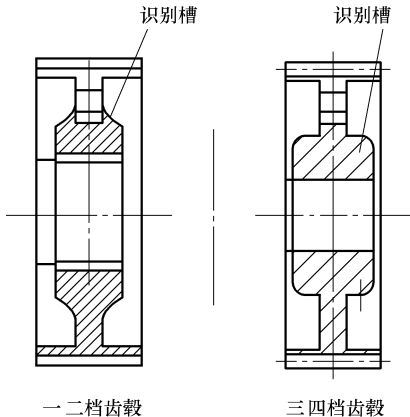

图 3-66 一二档、三四档齿套区分
3) 区分一二档、三四档同步器总成。一二档、三四档同步器总成的齿套一样，主要区分是齿套的不同，如图 3-66 所示。